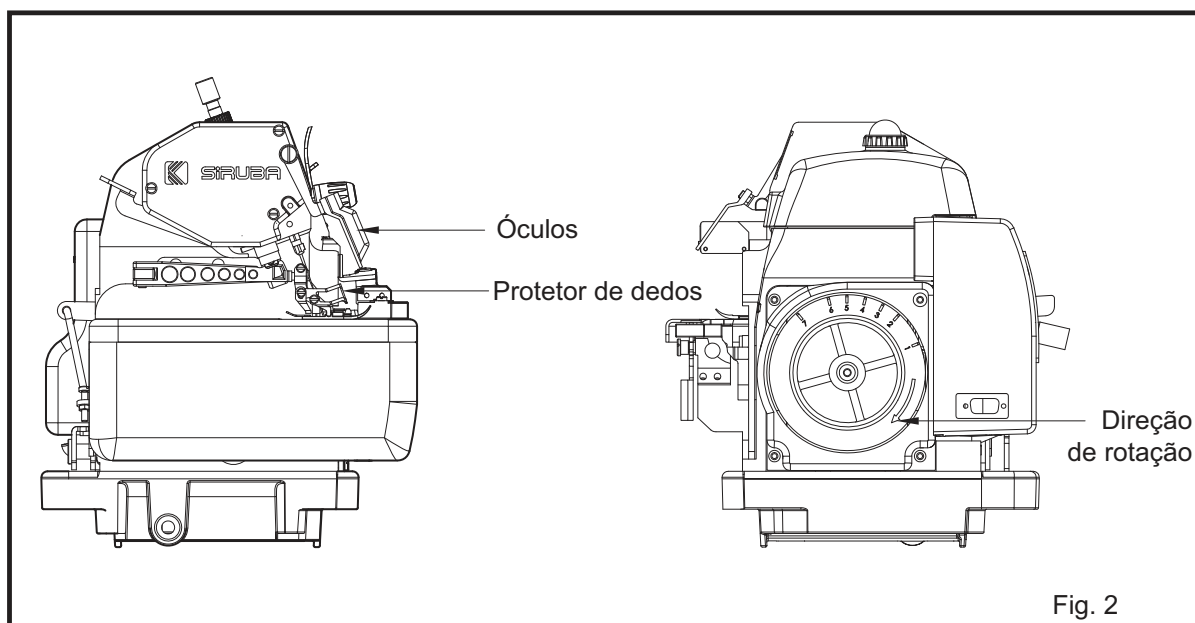

Fig. 2
- Dispositivo de proteção de segurança e Dispositivo de proteção de segurança. (Fig.2)